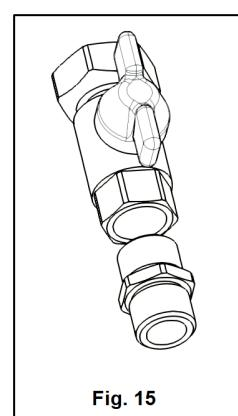

Fig. 15
**10.** Se monteaza niplurile R, pe robinetii cu olandez M, asigurandu-se etansarea cu snur de canepa (Fig. 15).